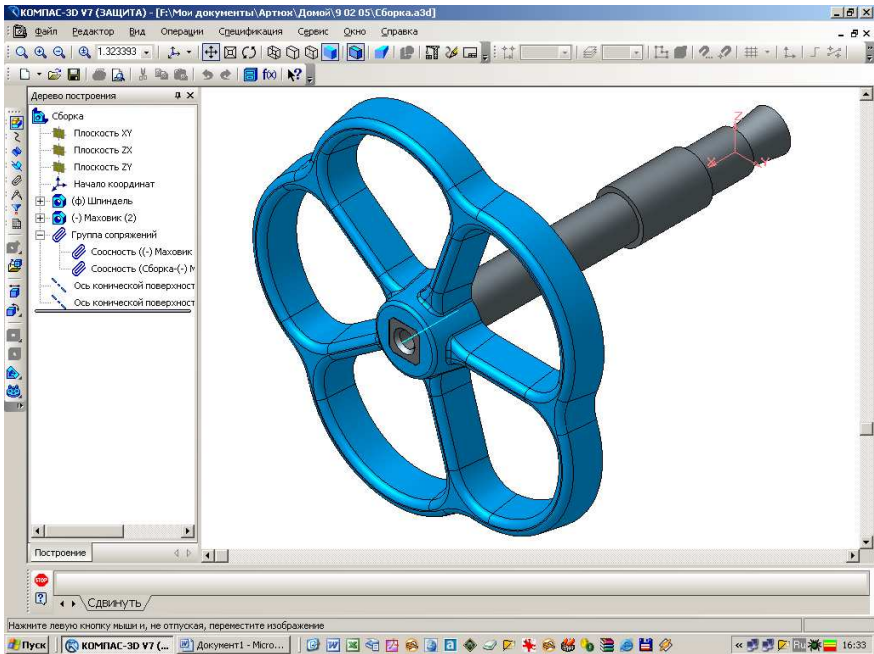

Рисунок 9.21 - Вікно складання з базовою деталлю "Шпиндель" і введеною деталлю "Маховик" з співпадаючими площинами
- клацніть мишею по грані деталі "Маховик", а потім по торцю чотиригранника "Шпинделя". Оскільки компонент "Шпиндель" зафіксовано, то компонент "Маховик" встановиться на чотириграннику "Шпинделя" (рис. 9.21)